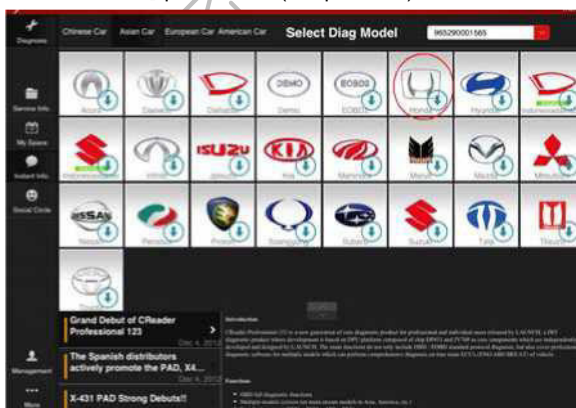

Рис.4.21
**Загрузка:** После успешной оплаты вы должны попасть обратно в приложение X431 iDiag. Если этого не произошло, перейдите в приложение X431 iDiag сами, затем выберите оплаченное приложение (см. рис.4.21).